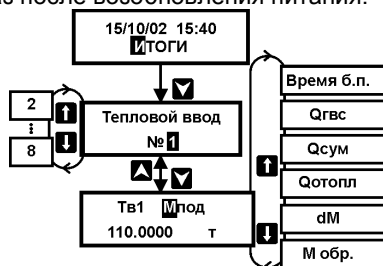

Рисунок 18 – Порядок действий по просмотру информации на дисплее
1. Установить кнопками  или  пункт меню 1–ого уровня **ИТОГИ** (рисунок 18);